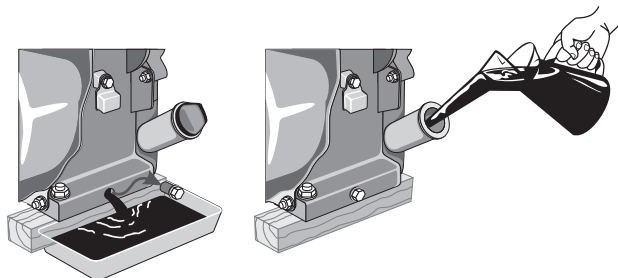

Рисунок 9. Схема заміни моторного мастила.
6.3.1 Порядок заміни моторного мастила (рис.9):
4. Відкрутіть пробку отвору для зливу мастила з картера (рис. 9).